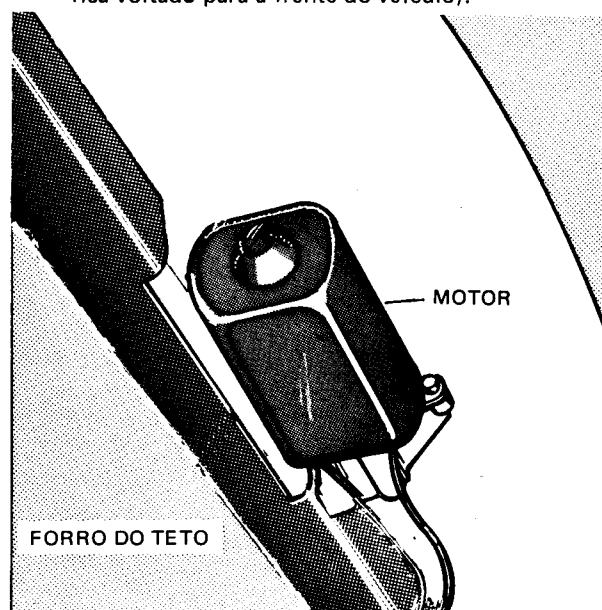

Fig. 14
- 4 – Soltar a parte dianteira do forro, removendo o mesmo das guarnições e descolando cuidadosamente na área colada (Fig. 14).